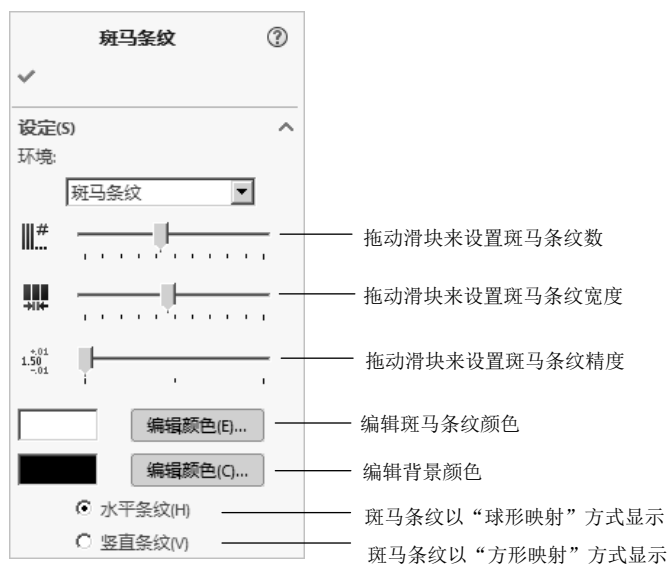

图 6.5.3 “斑马条纹”对话框
Step2. 选择命令。选择下拉菜单 **视图(V)** → **显示(D)** → **斑马条纹(Z)** 命令,系统弹出图 6.5.3 所示的“斑马条纹”对话框,同时图形区显示曲面的斑马条纹图。